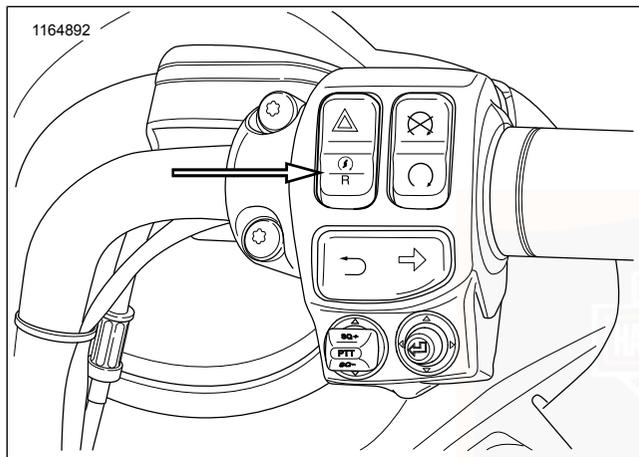

Abbildung 51. Rückfahrshalter (typisch)
2. Siehe Abbildung 51. Wenn das Fahrzeug gestartet und im Leerlauf ist, den Rückfahrshalter auf den Bedienungselementen der rechten Seite drücken und gedrückt halten, bis die Rückfahrleuchte aufleuchtet. **Mit Verkleidung:** Die Leuchte im Drehzahlmesser zeigt an, dass der Rückwärtsgang eingelegt ist. Siehe Instrumente (Seite 89) . **Ohne Verkleidung:** Die Leuchte im Tachometer zeigt an, dass der Rückwärtsgang eingelegt ist. Siehe Instrumente (Seite 89) . Den Rückfahrshalter lösen. Die Leerlaufleuchte erlischt, sobald die Rückfahrleuchte aufleuchtet.